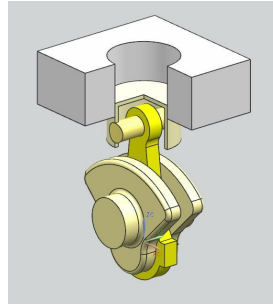

рис.11
- Все выполняют один вариант кривошипного механизма – рис.11.